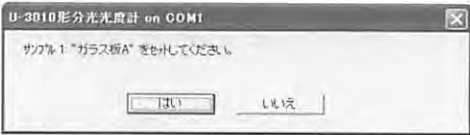

図2-12
- (3) 図2-12のような画面が表示されます。サンプルをセットして **OK** をクリックします。